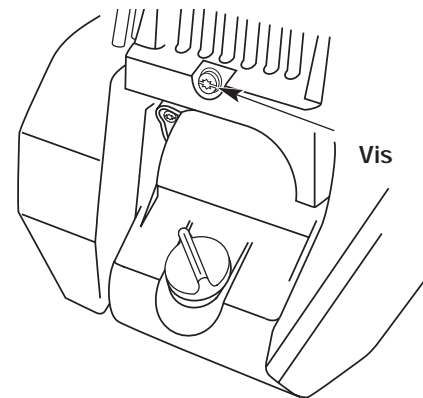

Fig. 40
3. Enlevez la vis derrière le couvercle du moteur (Fig. 40)